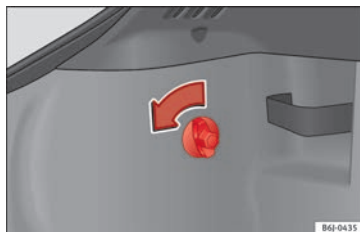

Fig. 97 Accès aux feux arrière.
- Tournez la vis dans le sens de la flèche à la main ou avec un tournevis » fig. 97.
- Retirer le connecteur du logement A » fig. 97.